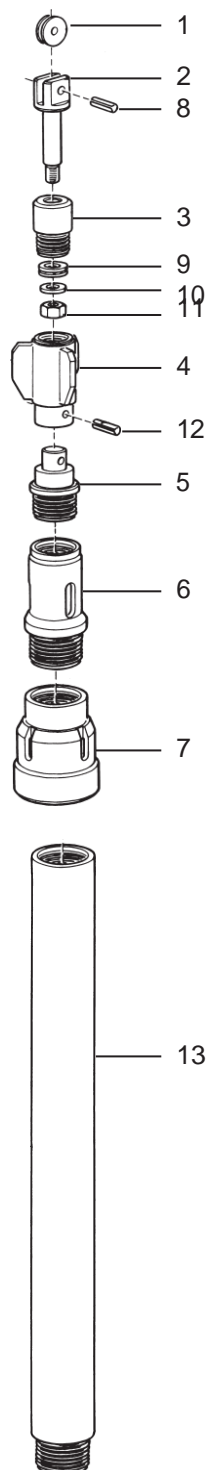

Abb. 3
- Ab dem 2. Kernmarsch wird das Innenrohr immer mit Seil über die Seilkernwinde mit der einfachen Fangvorrichtung (siehe Abb. 3) gezogen. In Ausnahmefällen auch mit Seil eingebaut. Normalität ist das „Einschwimmen“ des Innenrohres in der Spülung.